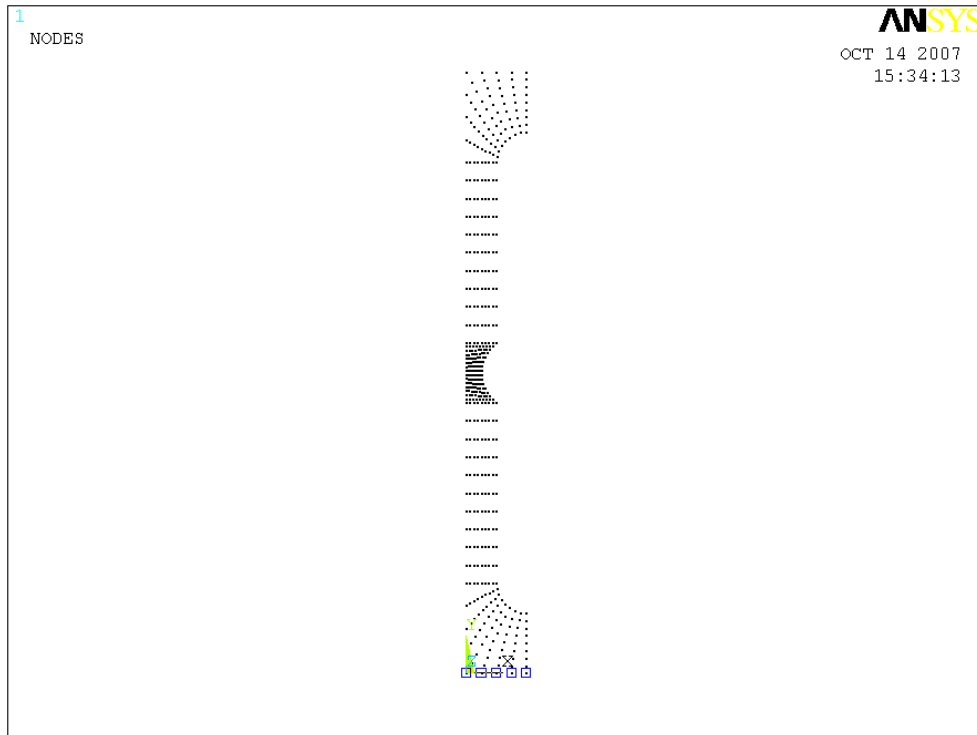

Рисунок 32. Выбор точек закрепления
- Выбираем узлы (Рисунок 32) лежащие на нижней линии ***L1*** (**Ошибка! Источник ссылки не найден.**).